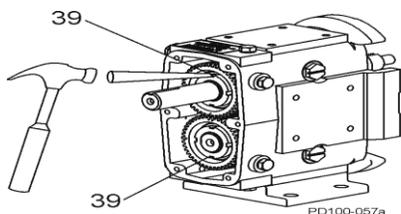

Figure 40 - Redressement de la languette de verrouillage
1. Redressez la languette des rondelles de blocage (figure 40, élément 39).